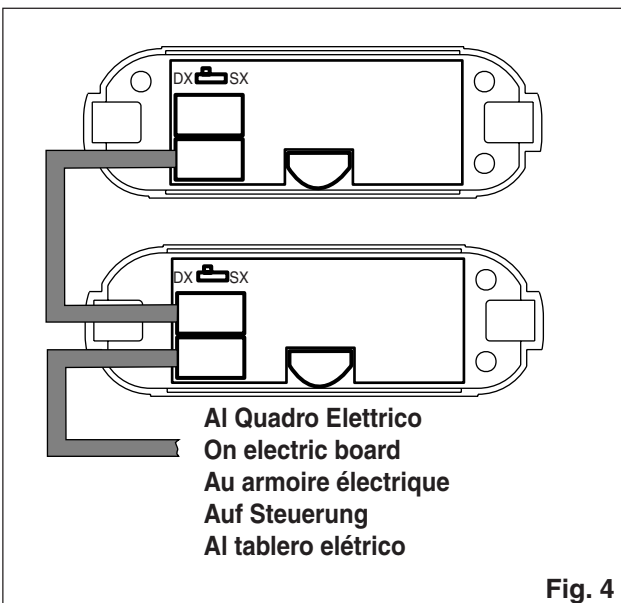

Fig. 4
- 3.6 In installazioni con due radar, collegarli come indicato in fig. 4. Assicurarsi che il DIP [3] sia nella stessa posizione su entrambi i radar e sul quadro elettrico.
- 3.6 In systems featuring two radars, connect them as shown in Fig. 4. Make sure that the DIP [3] is set to the same position on both radars and on the electric panel.
- 3.6 En cas d'installations possédant deux radars, les relier comme indiqué sur la fig. 4. S'assurer que le commutateur DIP [3] est dans la même position sur les deux radars et sur l'armoire électrique.